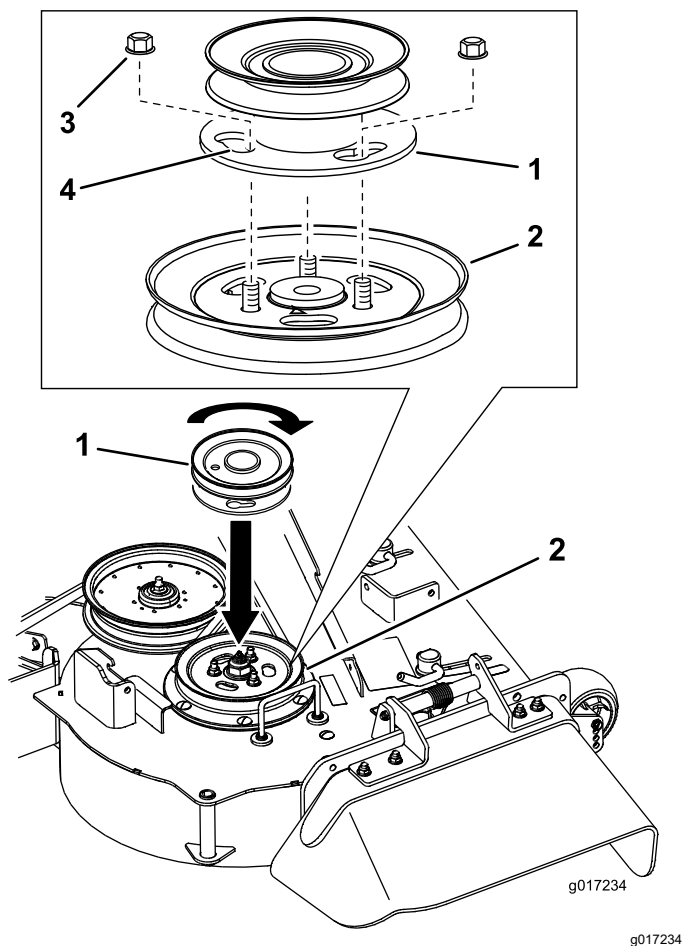

Figure 12
1. Retirez les écrous de la poulie existante du plateau de coupe (Figure 12).
2. Posez la poulie de rechange sur les boulons de poulie du plateau de coupe (Figure 12).
3. Tournez la poulie pour la bloquer en position (Figure 12).